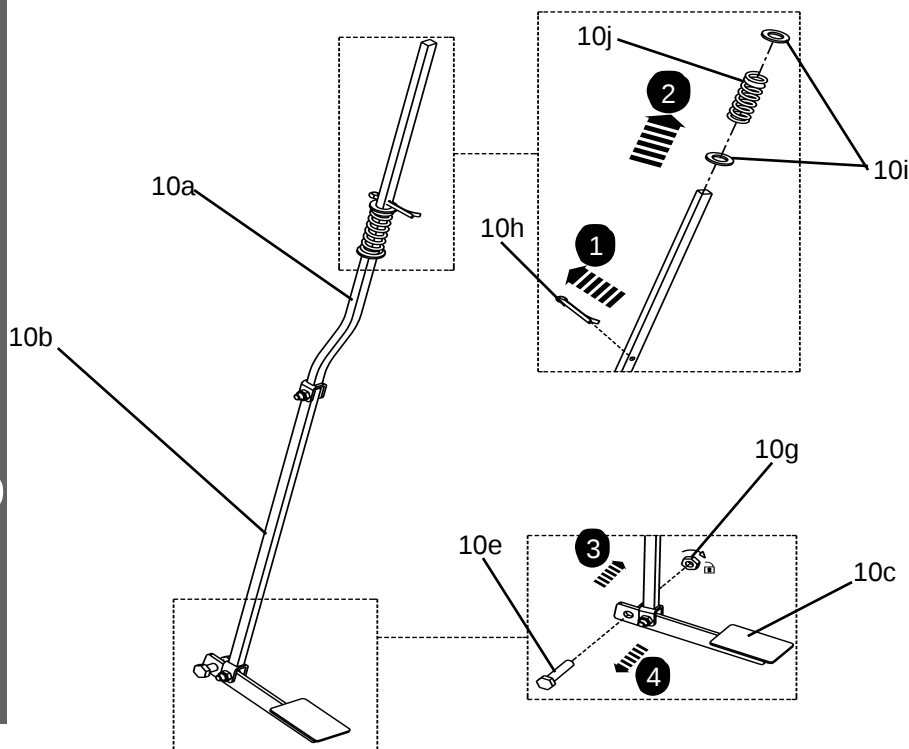

Fig. 8
3. Coloque todas as peças de reposição em um local bem visível. (Fig. 8.)